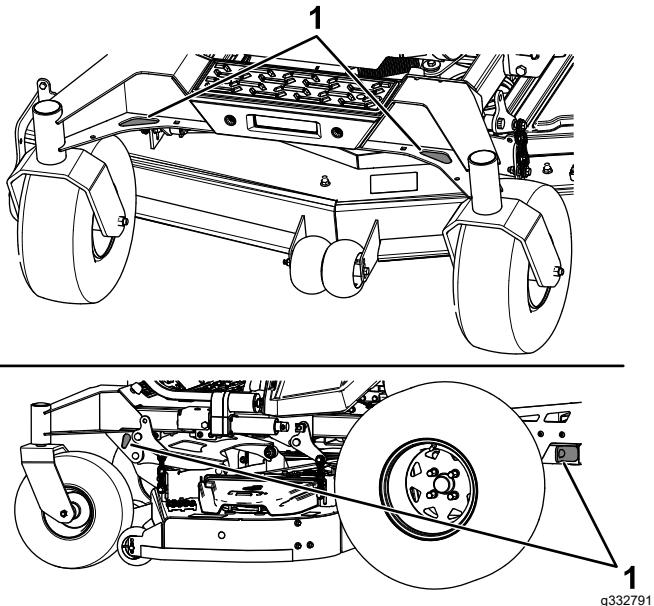

Рисунок 37
6. С помощью строп, цепей, тросов или канатов закрепите машину в точках, расположенных рядом с передними поворотными колесами и на задней части рамы (Рисунок 37). Изучите местные нормативные документы по требованиям к креплению оборудования.